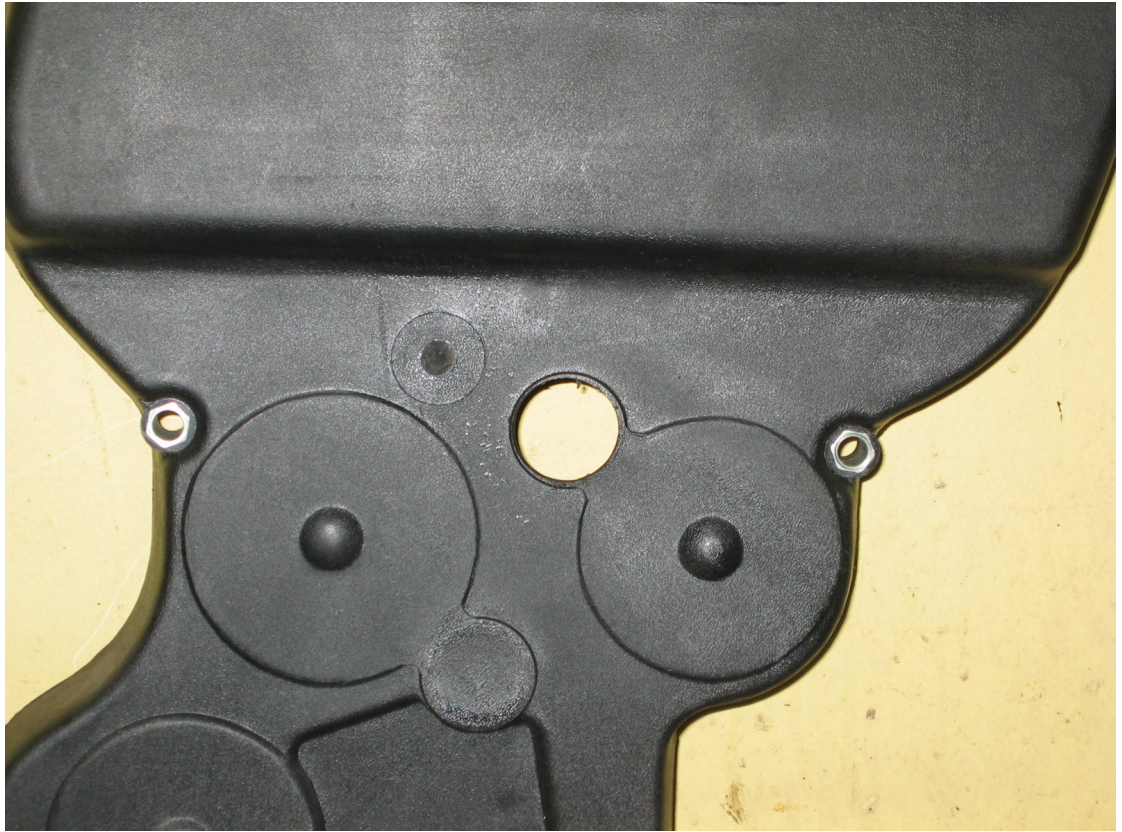

Рисунок 9
2.14 Изготовить отверстие в крышке ГРМ в обозначенном месте см. рисунок 9.